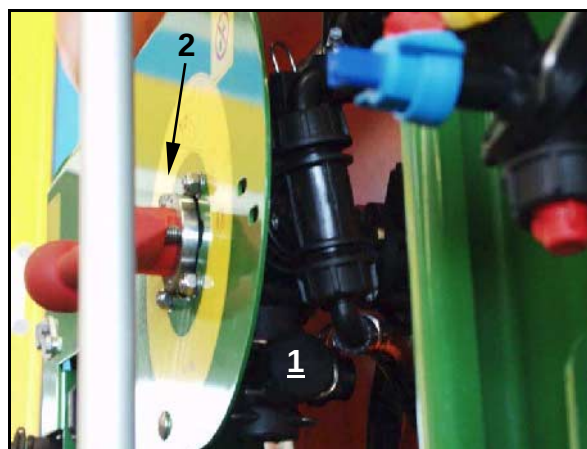

Fig. 220
8. Enlevez le bouchon (Fig. 220/1) du raccord de contrôle de la commande VARIO côté refoulement (Fig. 218/6) ou (Fig. 220/2).